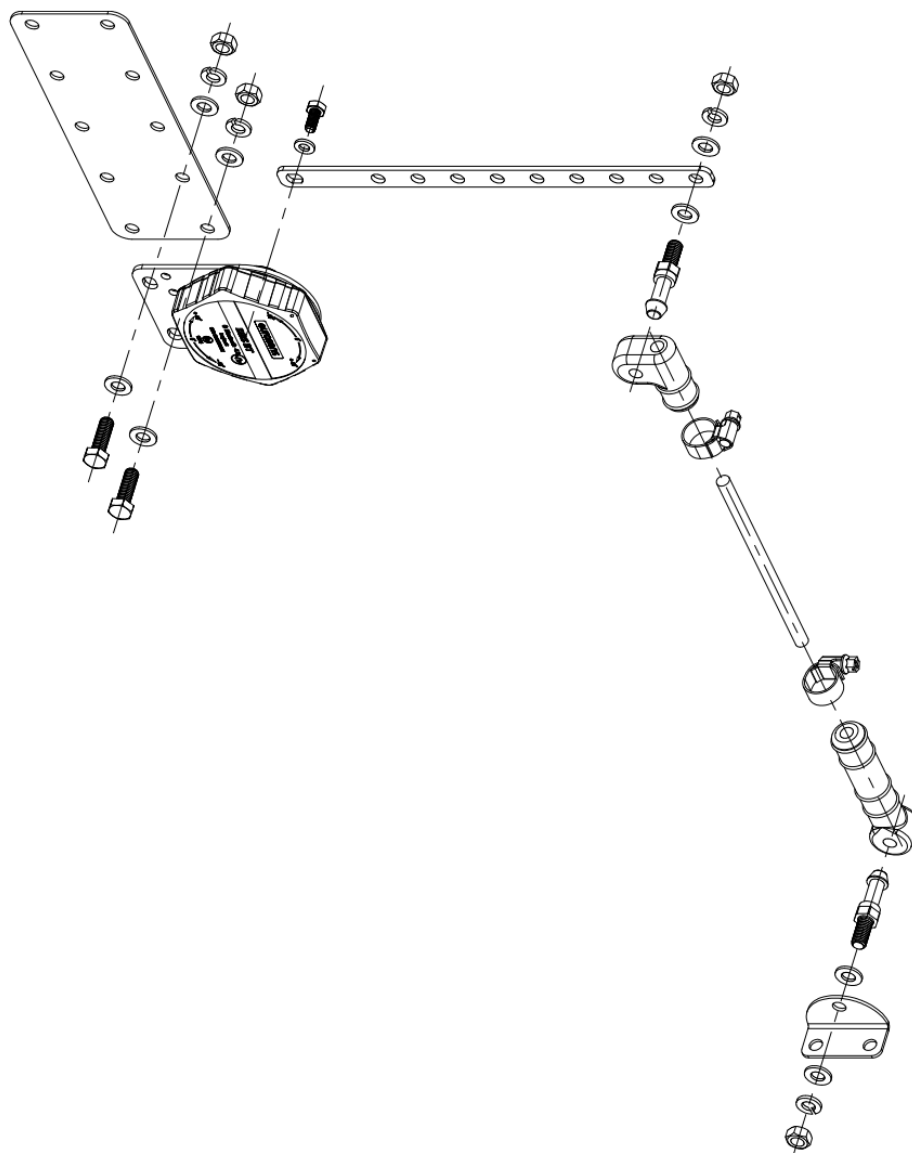

Рис. 2.2. Схема соединительных рычагов датчика eurosens DDS
2) При установке датчика на раму ТС крепить нижний конец тяги к неподдрессоренному элементу моста с использованием кронштейнов из монтажного комплекта (рис. 2.2).